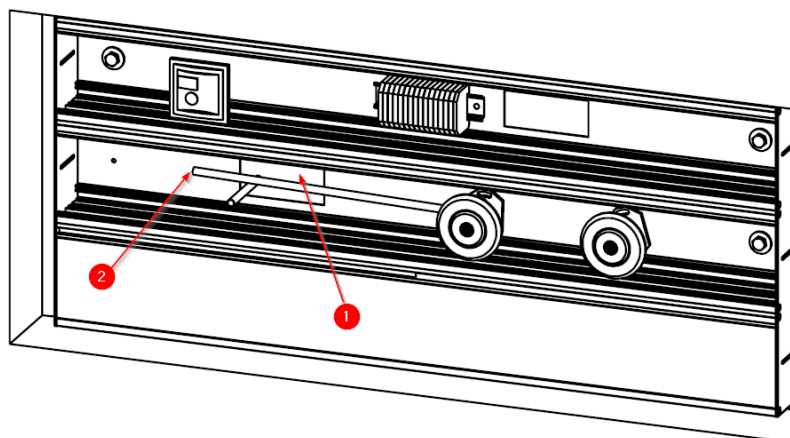

Fig.9 Raccordement des gaz médicaux et du vide à l'entrée
Les circuits de gaz doivent être raccordés dans la zone d'entrée des tuyaux de l'installation (1), et le plan d'installation doit être vérifié avant de commencer l'opération. Le gaz correspondant au début de chaque circuit (2) est identifié de la même manière dans chaque appareil (voir Fig. 9).